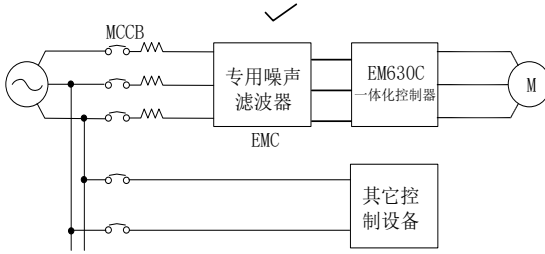
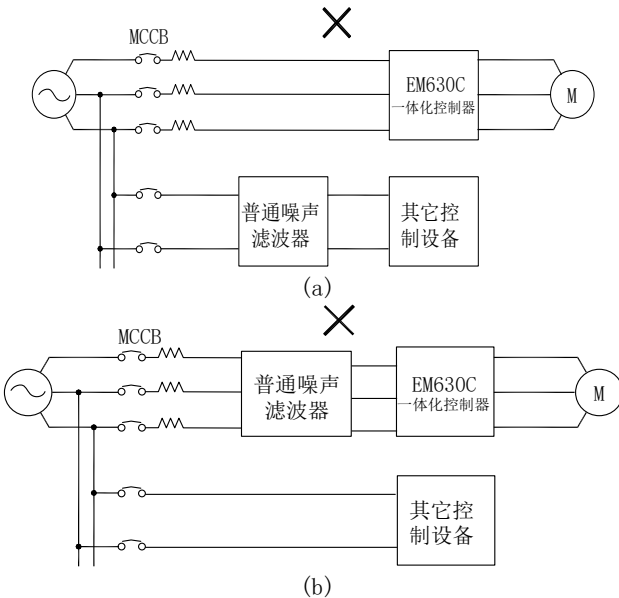

图 2-6 噪声滤波器的正确安装
图 2-7 噪声滤波器的错误安装
- 噪声滤波器的正确和错误安装方式如图 2-6 和图 2-7 所示。